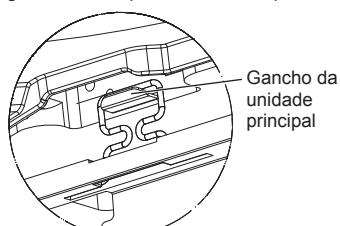

Fig. 5-6
- Depois de apertar o parafuso, confirme se os dois ganchos da grelha (Fig. 5-6) estão engatados nos ganchos da unidade principal.